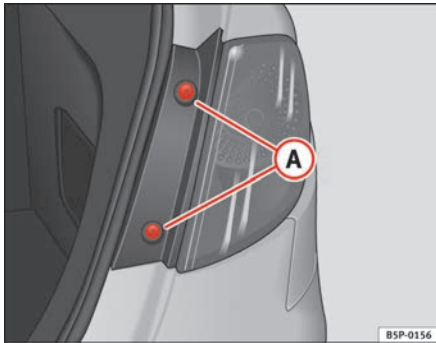

Abb. 184 Standlicht /
- Drehen Sie die Schrauben ⇒ Abb. 184 **A** heraus.